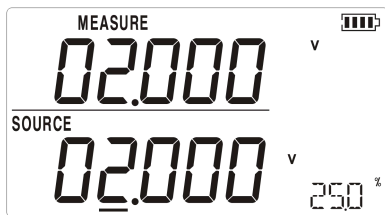

图 2.1-6
9. 按  或  以 25% 的步进量使输出在 0% 和 100% 之间增加或减少，界面如图 2.1-6 所示。